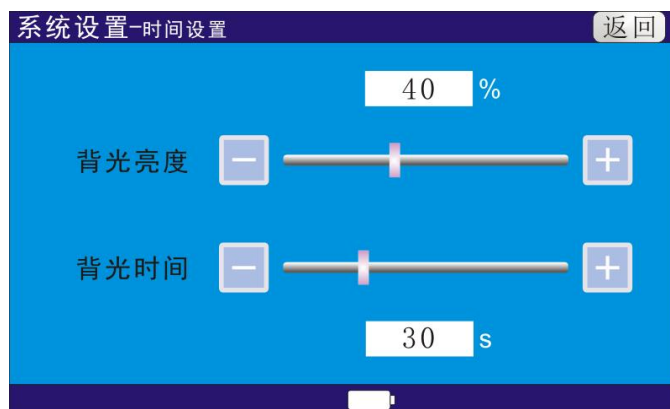

图 10
- (1) 背光设置：如图 10 所示，用户可根据需要进行背光亮度及背光时间的设置。如设置背光亮度为 40%，设置背光时间为 30S，则液晶屏在仪器没有任何操作的情况下，30S 后将由 40%亮度到黑屏，触摸液晶屏或点击任一按键恢复到 40%的亮度。若背光时间为 0，则屏幕常亮。